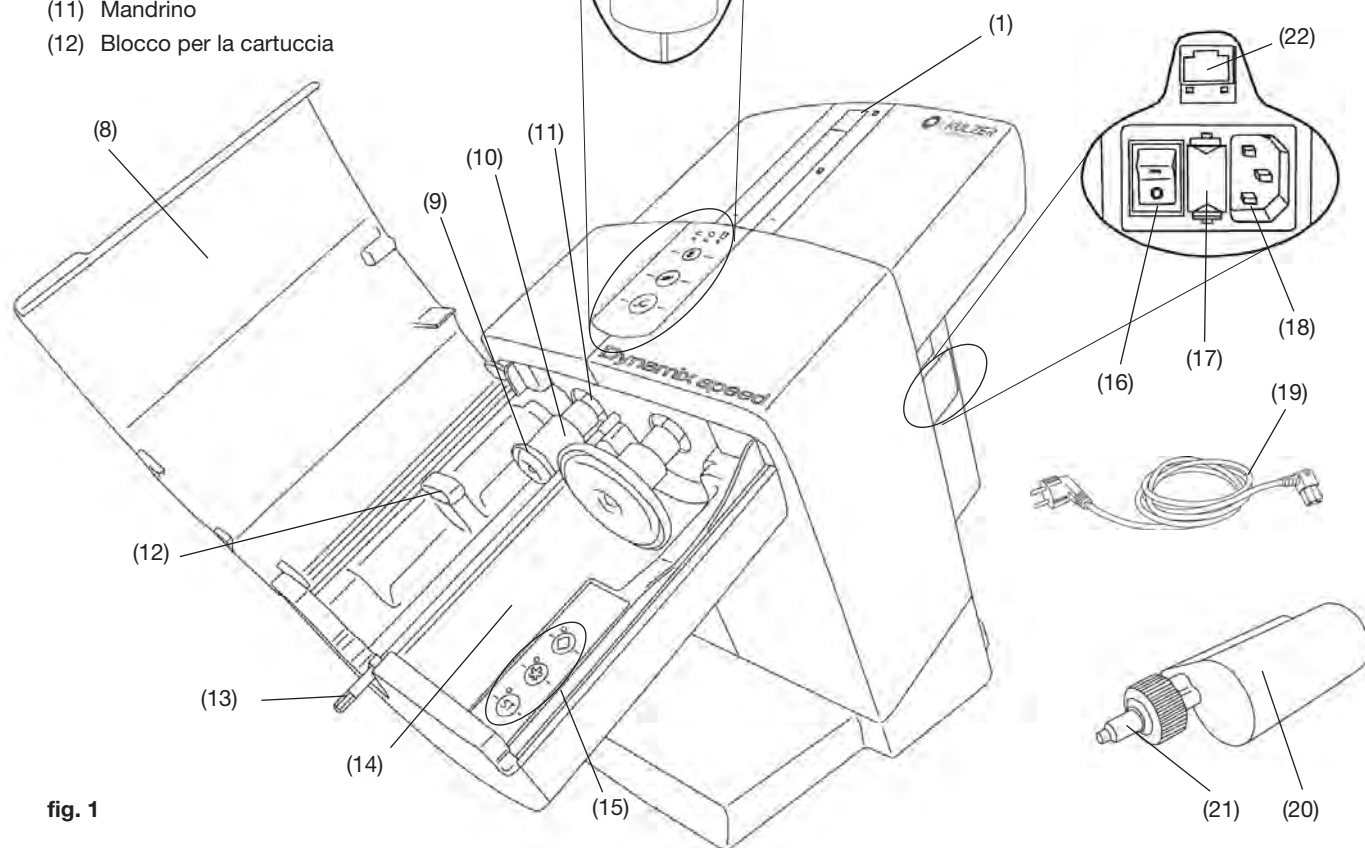
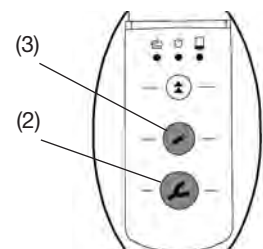

fig. 1
fig. 8
- Inserire il cavo di rete (19, fig. 1) incluso nella confezione nella presa per l'allacciamento alla rete (18).
- Accendere l'apparecchio premendo l'interruttore (16).
- Premere il tasto di ritorno (4).
- Gli stantuffi (9, fig. 1) ritornano nella posizione di partenza e si fermano lì.
- Aprire il coperchio dell'apparecchio (8).
- Rimuovere il dispositivo di sicurezza per il trasporto (23).
La cartuccia può essere inserita e sostituita solo quando i due stantuffi (9, fig. 1) si trovano nella posizione di partenza.
- Aprire il coperchio dell'apparecchio (8, fig. 1).
- Inserire la cartuccia (20) nell'apparecchio.
- Chiudere il coperchio dell'apparecchio (8, fig 1).
Il coperchio dell'apparecchio può essere chiuso solamente se la cartuccia è inserita in modo corretto. Finché il coperchio dell'apparecchio non è chiuso in modo corretto, la spia LED a luce rossa "coperchio dell'apparecchio" aperto (7, fig. 1) rimane accesa.
- Se si preme un pulsante di avanzamento (portaimpronta (2, fig. 8) o siringa (3, fig. 8) senza aver prima selezionato un programma, l'apparecchio lancia automaticamente il programma "ST". La spia LED in prossimità del pulsante "ST" si accende.
- Premere e tenere premuto il pulsante di avanzamento (2) o (3):
- cucchiaio per impronte (2), velocità di estrusione normale con programma di miscelazione attivato oppure
- siringa (3), bassa velocità di estrusione.
- L'asta esagonale (13, fig. 1) comincia a ruotare e si inserisce automaticamente nel puntale miscelatore (21, fig. 1).